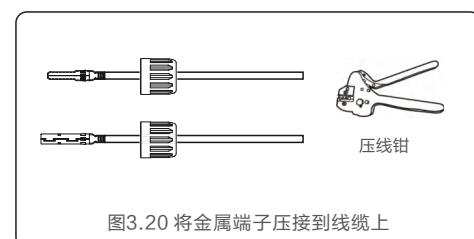

图3.20 将金属端子压接到线缆上
3. 使用专用压线钳将金属端子压接到线缆上。(见图3.20)